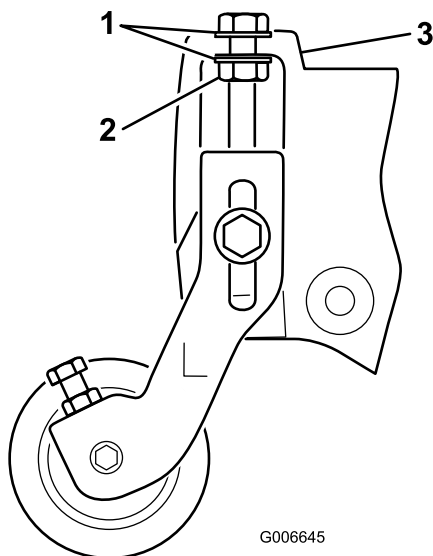

Bild 7
Hinweis: Die Scheiben an den Schnitthöhen-Einstellschrauben müssen sich an jeder Flanschseite an der Seitenplatte befinden (Bild 7).
13. Ziehen Sie die Sicherungsmutter an der Schnitthöhen-Einstellschraube fest, bis die Scheiben den Seitenplattenflansch berühren, lösen Sie die Mutter dann um eine halbe Umdrehung (Bild 7).